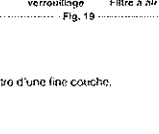

Fig. 18
1. Enfilez les deux extrémités de fil de coupe dans les œillets de la bobine extérieure. Installez le ressort dans le moulinet intérieur. Insérez le moulinet intérieur dans la bobine extérieure. Poussez le moulinet intérieur dans la bobine extérieure (Fig. 18).